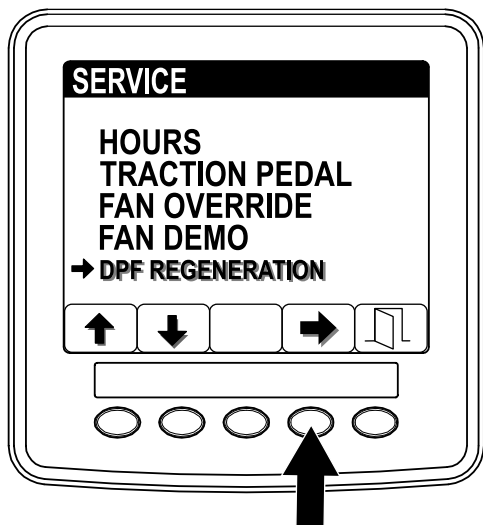

Рисунок 33
1. Перейдите к меню Service (Техобслуживание) и нажмите кнопку 1 или 2 для прокрутки к опции DPF REGENERATION (РЕГЕНЕРАЦИЯ DPF) (Рисунок 33).
2. Нажмите кнопку 4 для выбора позиции DPF Regeneration (Регенерация DPF) (Рисунок 33).